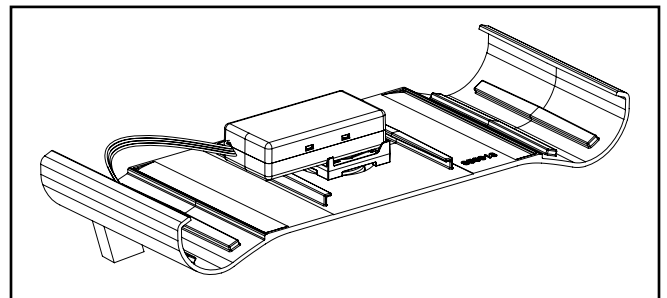

Figure 22
4. La pièce de garniture comprend le détecteur préassemblé. (Figure 22)